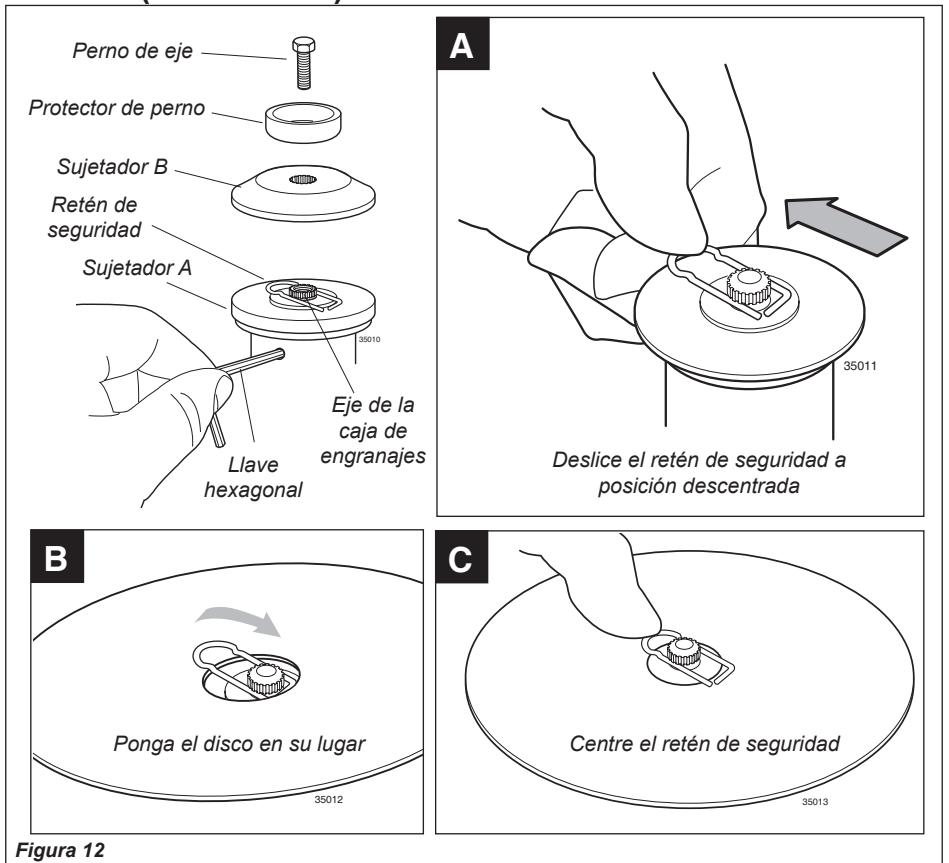

Figura 12
1. Con el eje de salida de la caja de engranajes cara arriba, gire el eje de cambios y el sujetador A hasta que la muesca en el sujetador A se alinie con la muesca en el borde de la caja de engranajes, y luego asegure el sujetador a la caja insertando el lado más largo de la llave hexagonal a través de ambas muescas. Consulte la figura 12.
2. Retire el perno del eje, el protector del perno y el sujetador B. Consulte la figura 12.
3. Deslice el retén de seguridad fuera del centro del eje. Consulte la figura 12-A.
4. Deslice el disco sobre el retén de seguridad y sobre el borde del sujetador A. Consulte la figura 12-B.
5. Asegure el disco en el eje centrando el retén de seguridad. Consulte la figura 12-C.